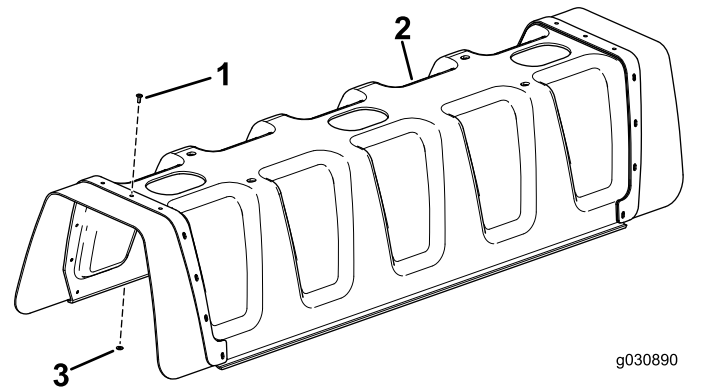

图4
3. 将 11 个弹伸铆钉 3/16 x 1/2 英寸和垫圈 3/16 英寸安装到中央喷洒臂护罩上 图4。